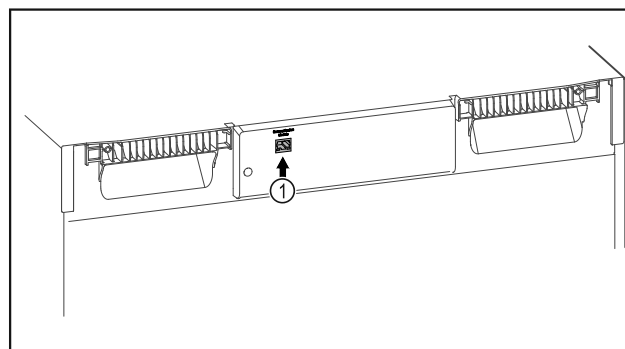

Fig. 119
- ☐ A SmartModule Fig. 119 (1) be van helyezve.